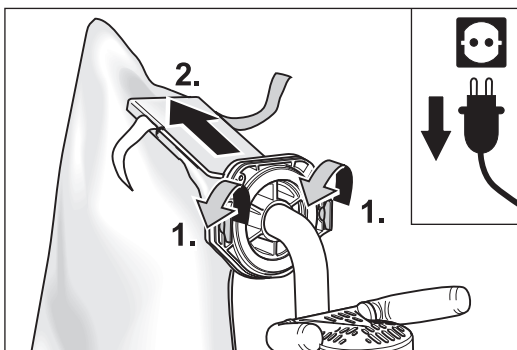

Bild 18 Öppna de båda snabblåsen (1.) och dra av dammpåsen (2.).
- 6 Öppna båda snabblåsen på fastsättningsflänsen (bild 18, 1.).
- 7 Dra långsamt av dammpåsen från fastsättningsflänsen (bild 18, 2.).